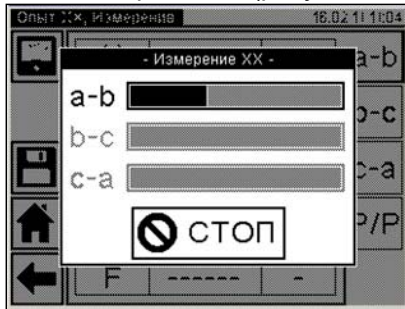

Рисунок 6.29
8) Виконати вимірювання, для чого натиснути кнопку . На екрані з'явиться вікно, яке демонструє динаміку вимірювання (рисунок 6.29). За необхідності процес вимірювання може бути зупинений натисканням кнопки .